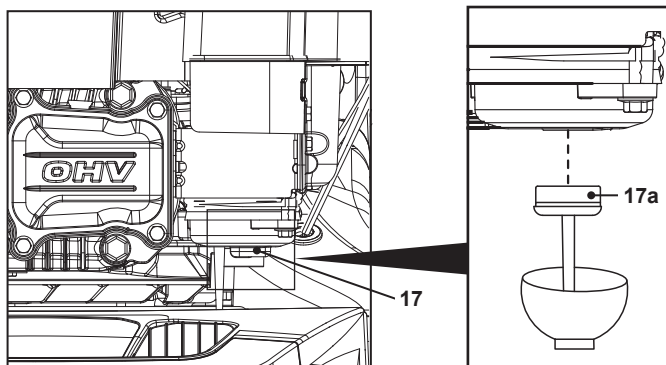

Fig. 34
3. Dévisser la vis de vidange de carburant (17a) et laisser le carburant s'écouler dans le récipient (Fig. 34).